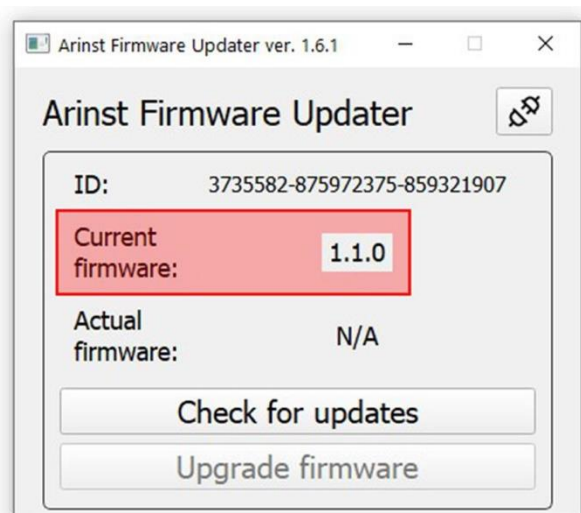

Рисунок A2.11 – Отображение версии МПО прибора
2.10. После загрузки и установки новой прошивки, в приложении загрузчика будет отображаться последняя установленная версия программного обеспечения прибора (Рисунок A2.11)